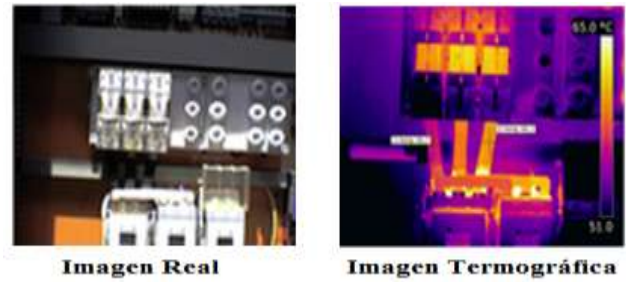

Figura 5. Termografía de un Tablero Eléctrico [6]
- Infraestructura eléctrica de alta y baja tensión. En la Figura 5 se muestra un tablero eléctrico con su correspondiente Termograma.